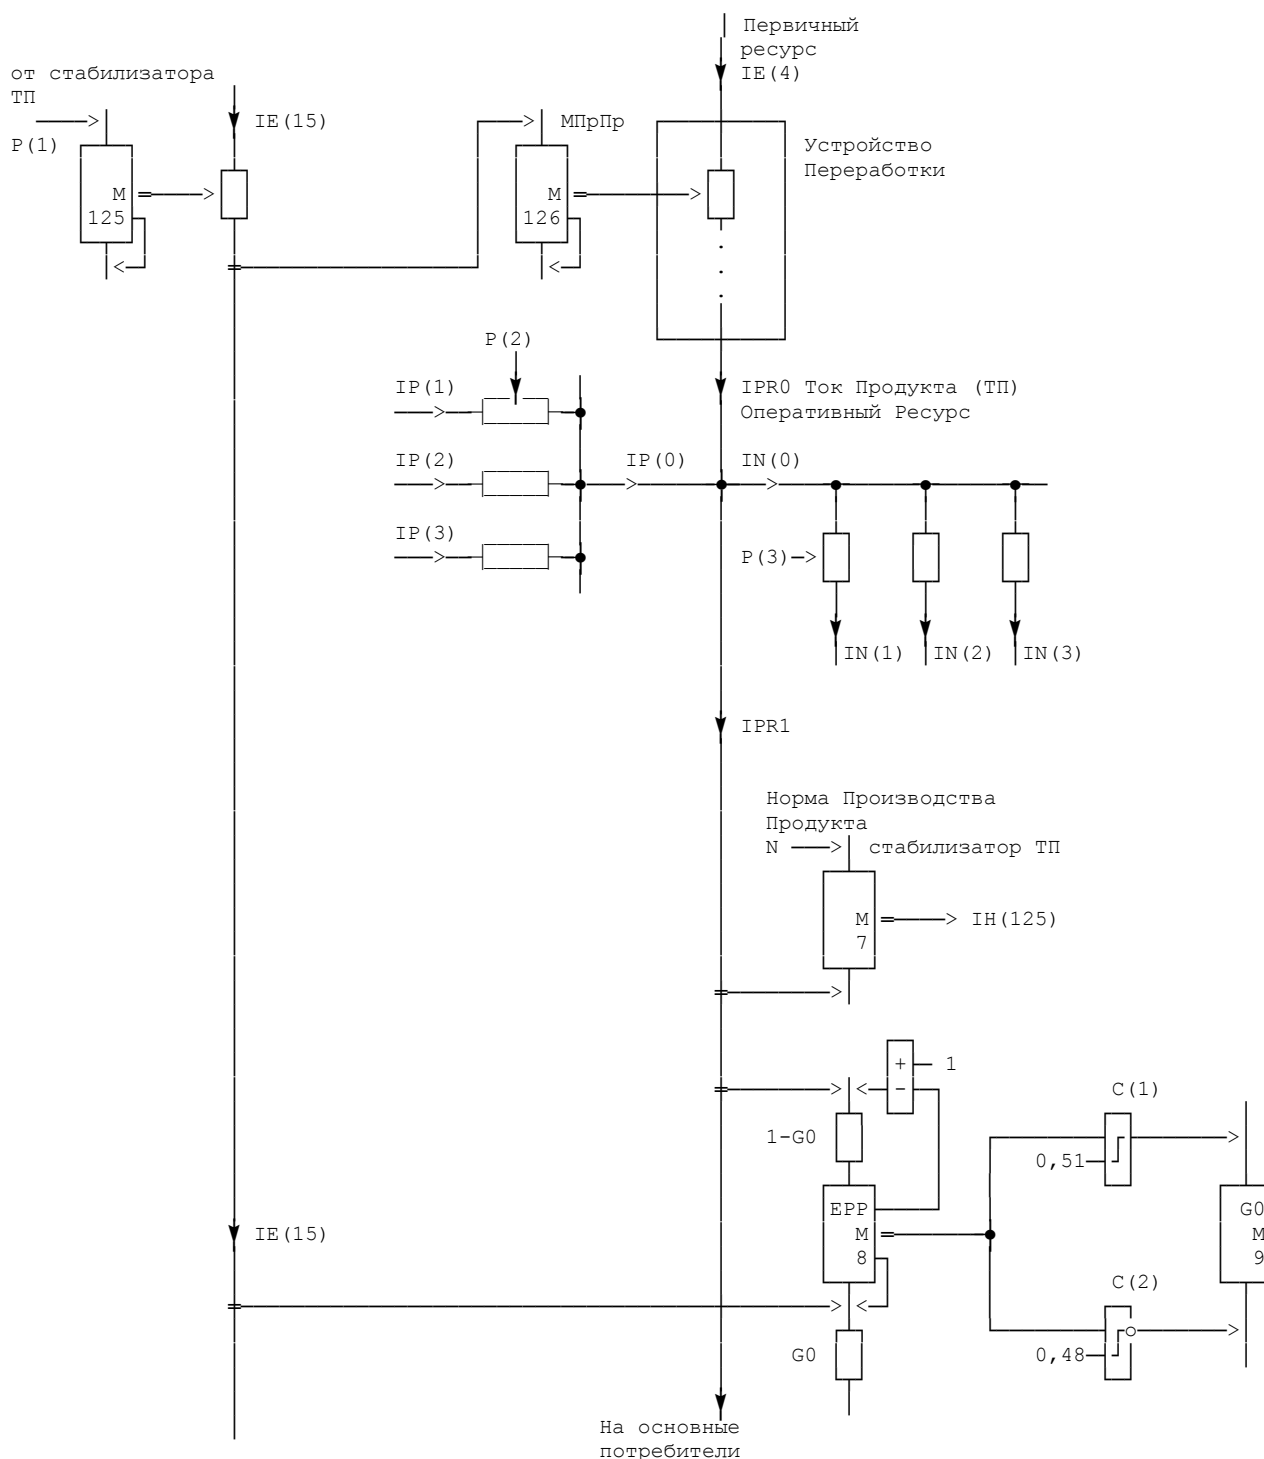

Рис. 25.2.
**Задача «О Производстве Продукта».** См. схему Производства Продукта (Рис. 25.2).